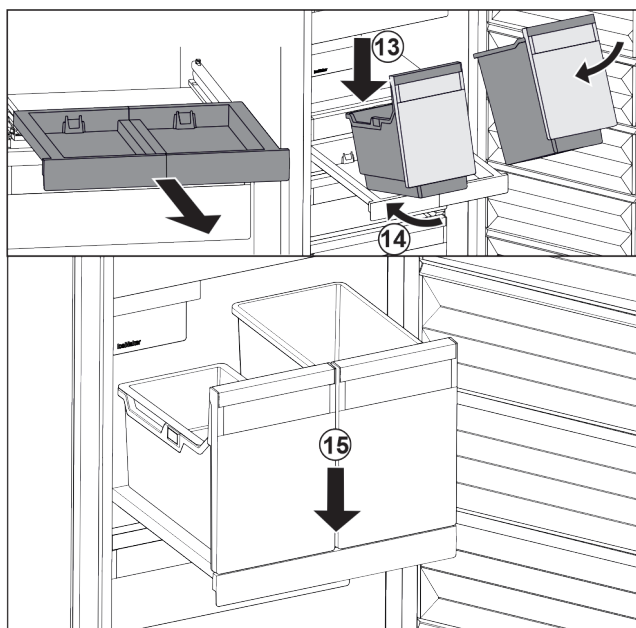

Fig. 106
- Założyć pojemnik pod skosem na wysuwaną półkę. Fig. 106 (13)
- Wsunąć pojemnik pod skosem do tyłu. Fig. 106 (14)
- Osadzić pojemnik z przodu. Fig. 106 (15)